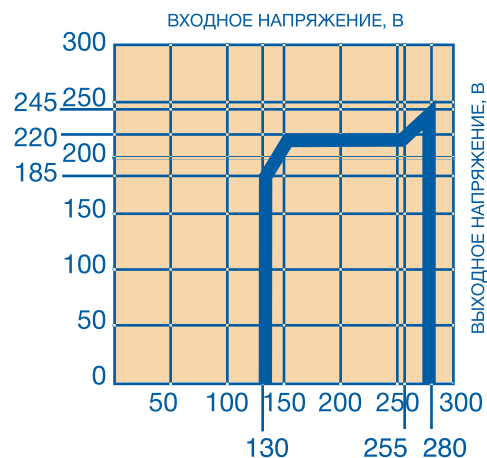

Рис. 1.
6) Диапазон входного фазного напряжения (см. зависимость на Рис. 1), В
3.2. Диапазон входного напряжения определяется с учетом зависимости выходного напряжения от входного (Рис. 1) в соответствии с требованиями пользователя к величине выходного напряжения.
5.5.1. Перевести выключатель поз. 1 или автоматический выключатель поз. 4 во включенное положение (рис. 1). Индикатор «СЕТЬ» поз. 7 (рис. 1) включается. После автоматической установки нормального выходного напряжения (контролируется вольтметром поз. 10) автоматическое включение напряжения выходной цепи нагрузки произойдет сразу после установки номинальной величины выходного напряжения 220В в течение времени не более 10 секунд.
5.5.2. При появлении на входе стабилизатора аномального повышенного или пониженного напряжения включаются индикаторы $U_{вх} \geq 250V$ или $U_{вх} \leq 150V$ соответственно. При значениях входного напряжения $U_{вх} \geq 280V$ или $U_{вх} \leq 130V$ происходит автоматическое отключение потребителей, так как выходное напряжение существенно отличается от номинальной величины (см. рис. 1), что может быть опасным для электрических потребителей.